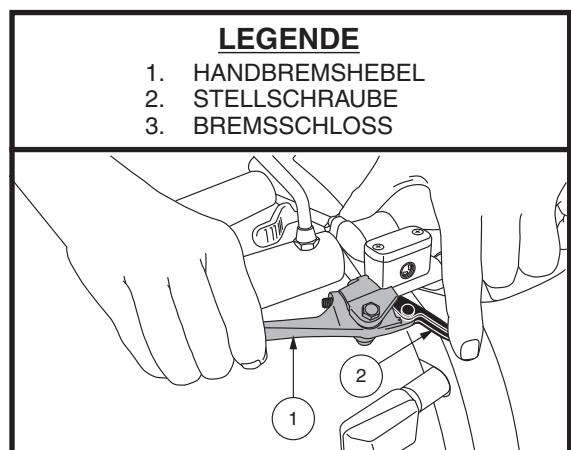

Abb. 2. Handbremshebel und Bremsschloss (in der gesperrten Position)
- Drücken Sie den High-Low-Knopf einmal, um die Geschwindigkeit auf "High" ("Hoch") einzustellen. Die High-Low-Anzeige wird auf dem LCD-Bildschirm angezeigt. **Siehe Abb. 2.** Wenn Sie diese Einstellung zusammen mit den Einstellungstasten für die Geschwindigkeit verwenden, kann das Fahrzeug Geschwindigkeiten bis zur voreingestellten Maximalgeschwindigkeit des Fahrzeug erreichen.
Dieser Hebel bietet Ihnen im Notfall zusätzliche Bremsleistung an. Wenn in Bewegung, lassen Sie den Gashebel vorsichtig los und drücken Sie die Handbremse um zum Stillstand zu kommen. Die Wirksamkeit der Handbremse kann durch Anziehen oder Lösen der Stellschraube am Handbremshebel geändert werden. Siehe Abb. 2.
Die Handbremse kann gesperrt werden und als Parkbremse benutzt werden und zwar durch Drücken der Handbremse. Die Bremse ist dann in verriegelter Position. Siehe Abb. 2. Um die Bremse zu sperren, drücken Sie voll die Handbremse.